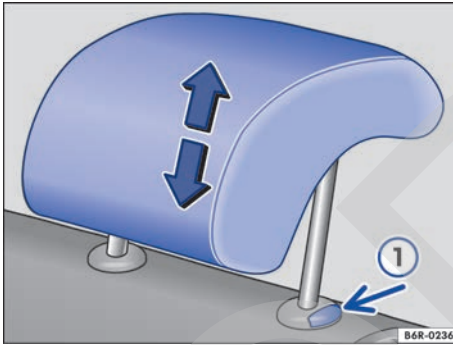

Fig. 67 Ajustar el apoyacabezas trasero.
- Empujar el apoyacabezas hacia arriba en el sentido de la flecha o, presionando el botón → fig. 67 ①, empujar hacia abajo → ⚠ en *Introducción al tema* de la pág. 76.